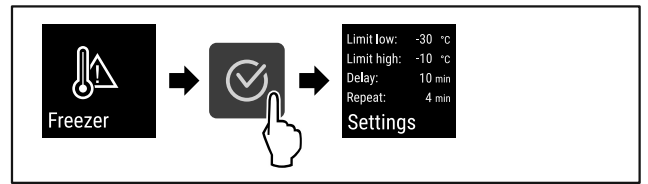

Fig. 103
- ▶ Hajtsa végre a művelet lépéseit (lásd Fig. 103) .